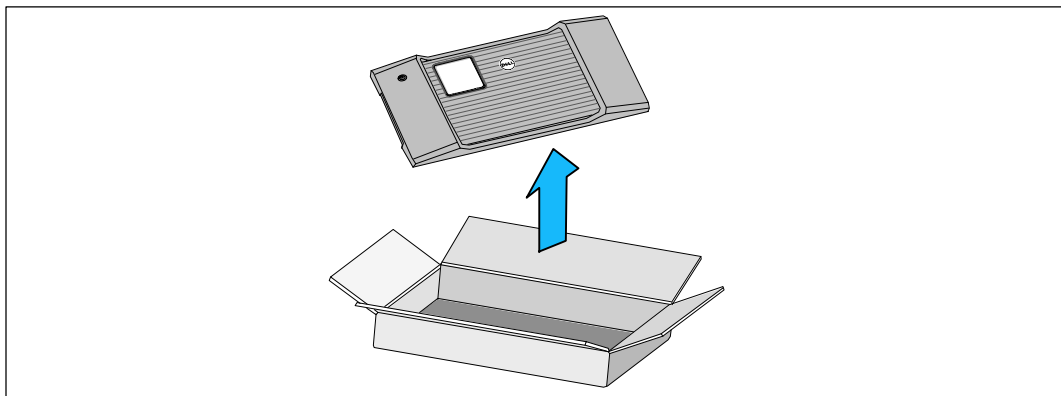

Рисунок 16. Распаковка передней крышки
- 13 Снимите переднюю крышку ящика с принадлежностями (см. Рисунок 16).